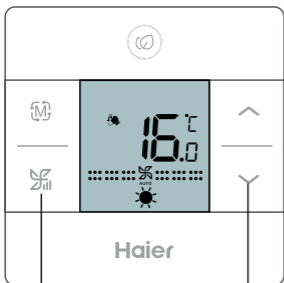
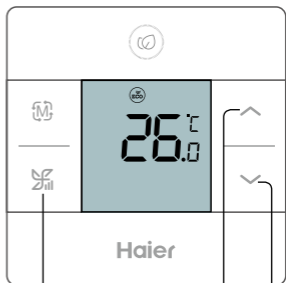

Рис. 7
Рис. 8
В статусе Включено (см. рисунок 7) в режиме Обогрева с уставкой 16°C нажмите вместе клавиши скорости вращения вентилятора (поз. ①) и уменьшения (поз. ③) и удерживайте их в течение 5 сек для входа в интерфейс настройки (см. рисунок 8).